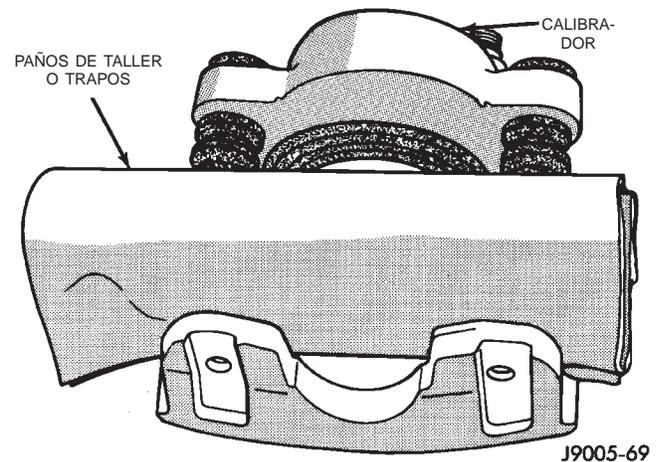

Fig. 46 Almohadillado del interior del calibrador
(1) Retire las zapatas del calibrador.
(2) Drene el líquido de frenos del calibrador.
(3) Coja un trozo de madera y almohadille el interior del calibrador con paños de taller con un espesor de 2,54 cm (1 pulgada). Colóquelo en la parte exterior del lado de la zapata del calibrador, enfrente del pistón. Esto hará de almohadilla y protegerá el pistón del calibrador durante el desmontaje (Fig. 46).